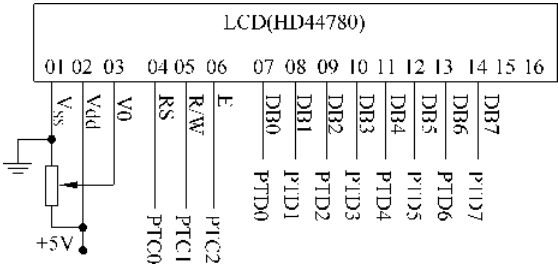

图 4-4 MCU 与 LCD 的连接
- 5. 理解 HD44780 与 MCU 的接线图(如图 4-4 所示)。